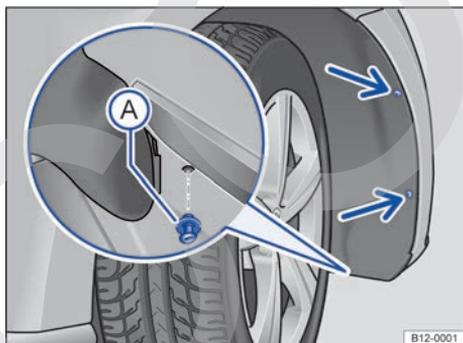

Fig. 116 En el pasarrueda delantero derecho: retirar los tornillos de fijación (flechas) y desmontar el remache de expansión A.
2. Retirar los tornillos de fijación del guardabarros → fig. 116 (flechas) con la ayuda de un destornillador.
3. Desmontar el remache de expansión delantero inferior del guardabarros → fig. 116 (A) y retirarlo totalmente.
14. Volver a colocar el remache de expansión en el guardabarros y en la aleta y presionar hacia adentro → fig. 116 (A).
15. Volver a colocar los tornillos de fijación → fig. 116 (flechas) y ajustarlos.